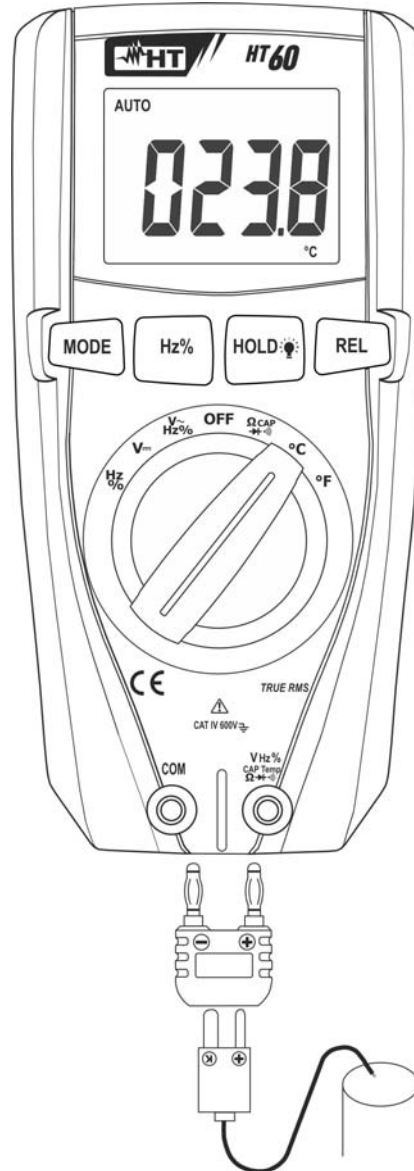

Fig. 8: Mesure de Température
2. Insérer l'adaptateur fourni dans les bornes d'entrée **VHz%CAPTemp Ω** (polarité +) et **COM** (polarité -) (voir Fig. 8)